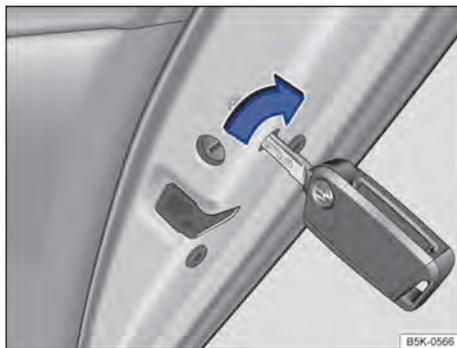

Fig. 201 Na parte dianteira da porta traseira direita: travamento de emergência do veículo com a chave do veículo.
- Inserir a haste da chave na fenda que se encontra atrás da abertura e girar na porta direita no sentido horário ⇒ Fig. 201 (seta), analogamente na porta esquerda girar no sentido anti-horário.